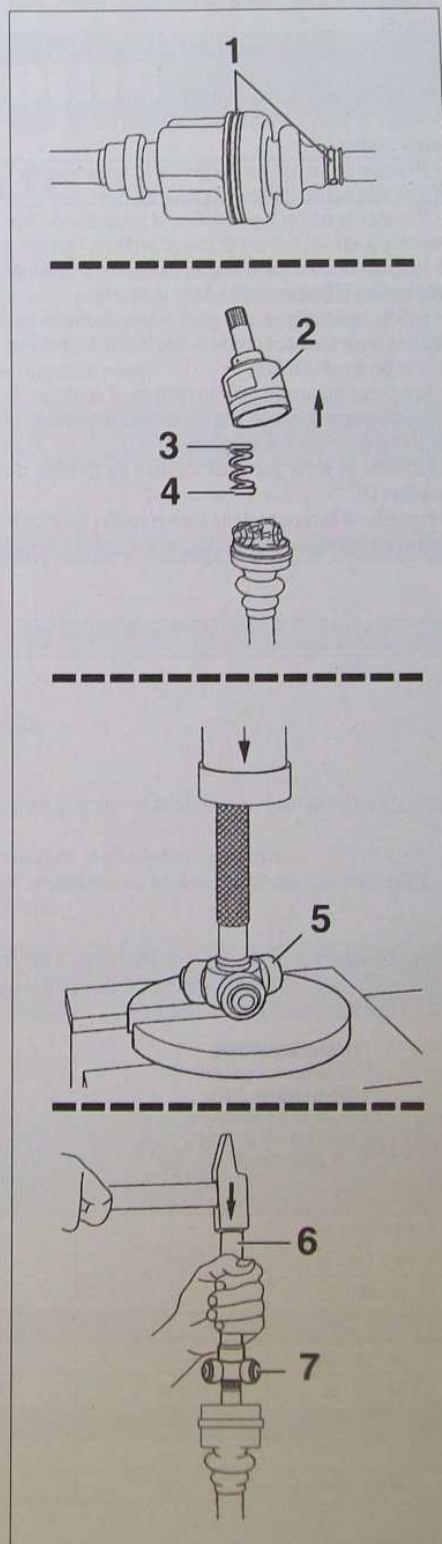

FIG. 1
- Desserer ou scier et déposer les deux colliers (1) (Fig. 1).
- Déposer la tulipe (2), le ressort (3) et la coupelle (4), tout en maintenant les aiguilles et galets du tripode.
- À la presse, extraire le tripode (5) de l'arbre.
- À l'aide d'un marteau et d'un mandrin (6) de diamètre approprié (par exemple outils Citroën 4101-TC), mettre en place le tripode (7) sur l'arbre.
- Reposer le ressort (3) avec la coupelle (4) et la tulipe (2) sur la transmission.